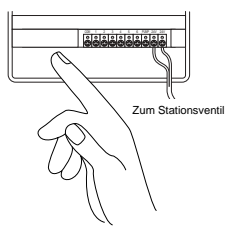

Abb. 18: Anschluss der Ventilkabel
- Gegebenenfalls müssen Sie die Klemme öffnen, um das Kabel anzuschließen oder entfernen zu können. Dazu drehen Sie die Schraube mit einem Kreuz-Schraubendreher, bis das Kabel gesichert ist [siehe Abbildung 18].
Schließen Sie das Massekabel am Anschluss mit der Markierung **COM** an [siehe Abb. 18].